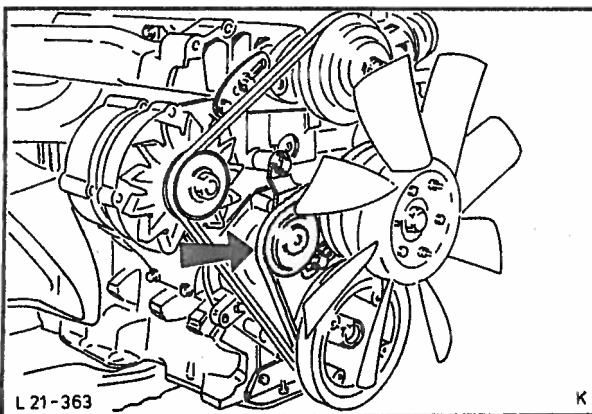

Fig. 93 Vifteremmens spennhjul.
4. Løsne vifteremmens spennhjul (2 bolter) og ta vekk remmen, fig. 93. Løsne vekselstrømsdynamoens justeringsbolter og ta vekk remmen.